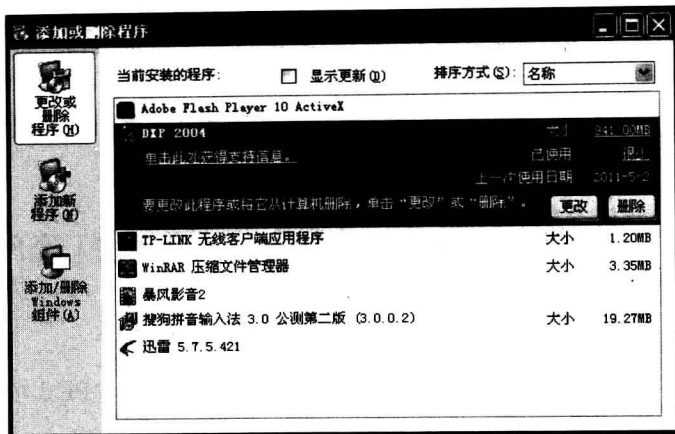

图 1.6 “添加或删除程序”窗口
⑧ 运行安装盘中的 DXP 2004 SP2_IntegratedLibraries.exe 文件,安装 SP2 元件库。
① 执行“开始”|“控制面板”|“添加或删除程序”命令,弹出如图 1.6 所示的“添加或删除程序”窗口,选择 DXP 2004。